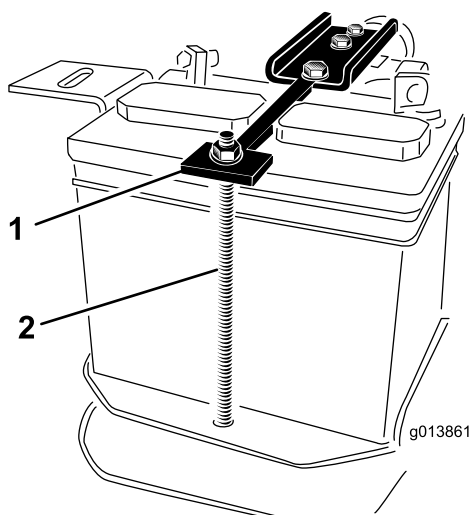

Figura 4
1. Bulloni di fissaggio (2)
17. Rimuovete i due bulloni che tengono in sede le cinghie di tenuta della batteria e rimuovete i dadi, le rondelle e il tubolare (Figura 4).